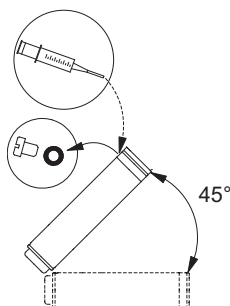

Рис. 4 Положение электродвигателя при заполнении - MS 6000
- Если электродвигатель поставляется со склада, перед началом монтажа необходимо проверить уровень жидкости. См. рис. 4.
- Для выполнения технического обслуживания необходимо проверить уровень жидкости. См. рис. 4.
1. Установите погружной электродвигатель, как показано на рис. 4. Резьбовая пробка должна находиться в наивысшей точке электродвигателя.
3. С помощью специального шприца заливаете в электродвигатель жидкость (рис. 4), пока она не начнёт вытекать через заливочное отверстие.